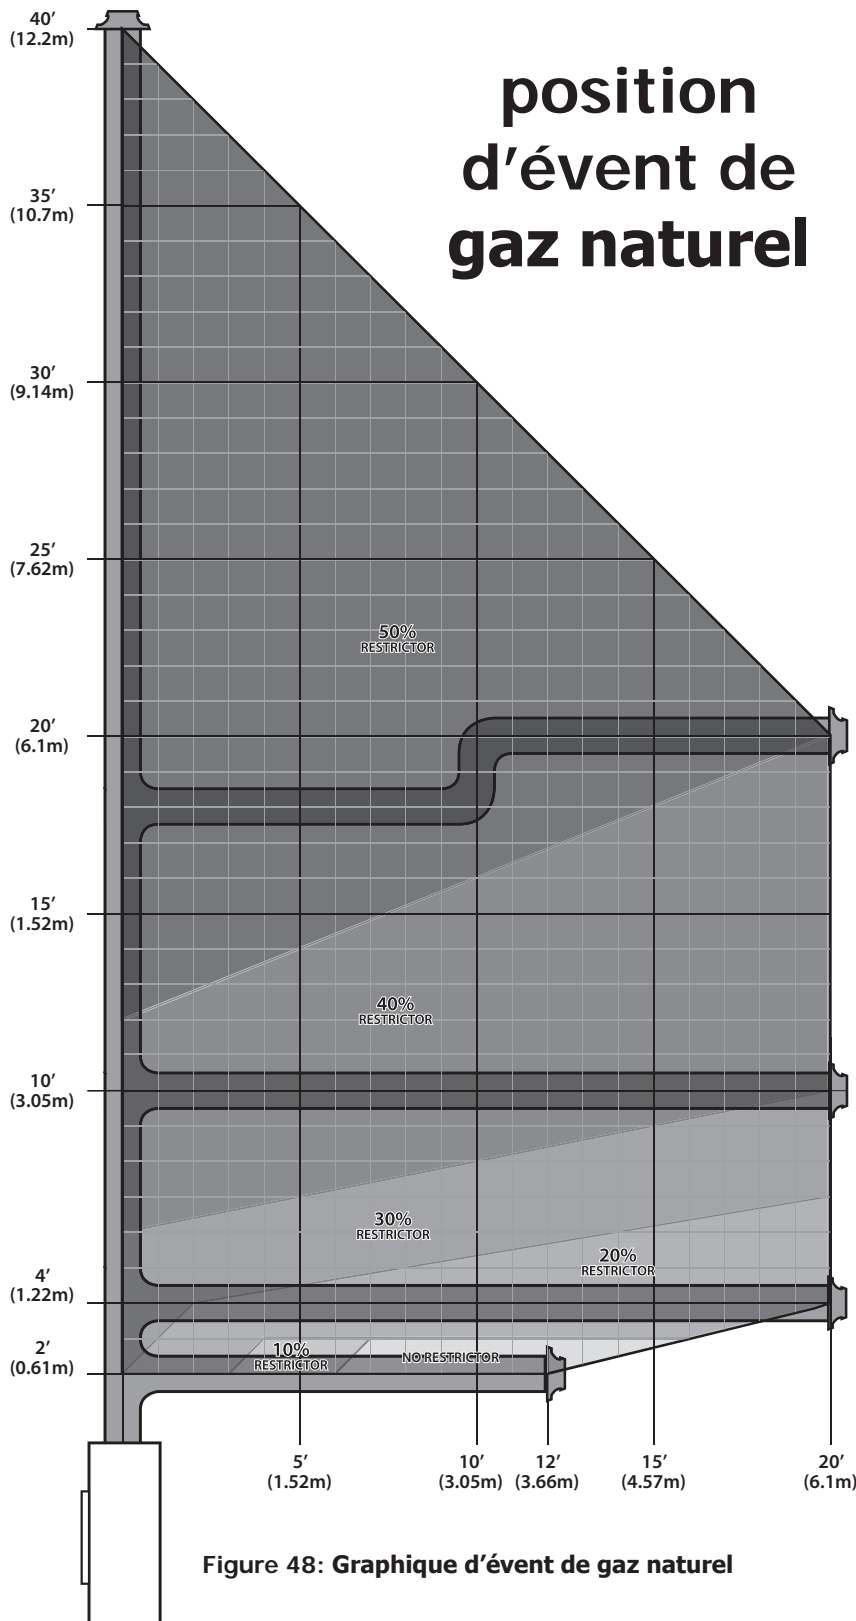
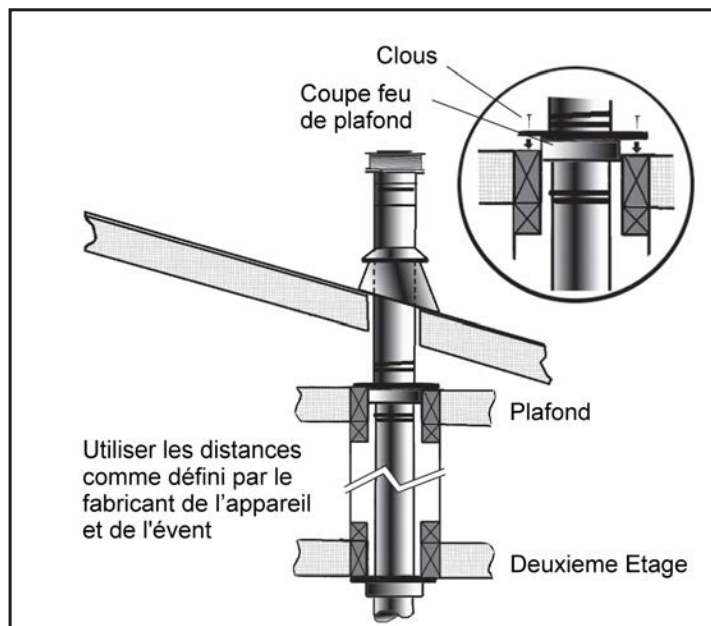
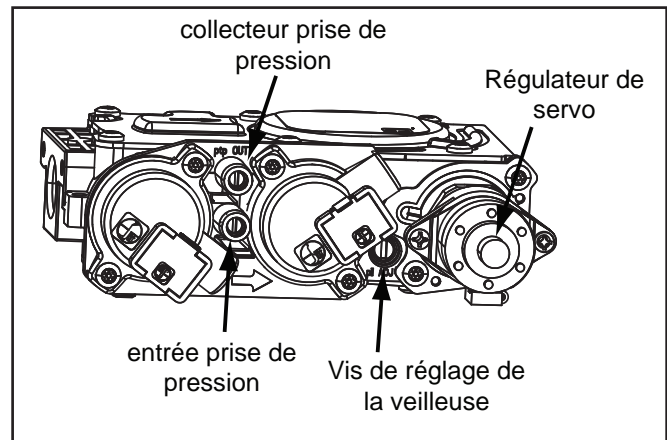

Figure 48: Graphique d'évent de gaz naturel
Figure 56: Installation des conduits à plusieurs étages
Figure 57: Vanne de gaz avec pièces identifiées. Voir le manuel de l'utilisateur Dexen pour les détails de la vanne C60ID
Voir la section de ventilation pour les dés certifié et encadress en conséquence (voir la Figure 48). Assurez vous que le soutien approprié et l'espacement de la tuyauterie d'évent est correct quand elle passe à travers le mur. Installations au Canada exigent qu'un dé de mur doit être utilisé pour passer à travers les murs et les plafonds. Tous les joints et pare-vapeur doit se conformer aux codes du bâtiment locaux. La configuration d'évent des tuyaux dépend de l'emplacement des murs, plafonds et les goujons. Toutefois, les tuyaux ne peut être de longueur arbitraire et arrangement. Car la longueur de la ligne verticale et les sections horizontales affecte énormément l'efficacité de combustion de la poêle, certaines lignes directrices ont été définies dans l'installation initiale - Configurations d'évent co-axial admissible. Bornes de ventilation ne peut pas être encastrée dans un mur ou d'évitement.
- (1) Si vous devez déplacer le système d'évacuation dans le grenier pour éviter les obstacles, il est important de supporter le conduit à chaque 3 pi (914 mm) pour éviter du stress sur les coudes, ou la possibilité de séparation des joints. Des sangles de mur sont disponibles à cette fin (voir la Figure 56).
- (2) Quand possible, utilisez des coudes de 45° au lieu de ceux de 90°. Les coudes de 45° causent moins de restriction au flux de gaz et d'air.
- (3) Pour des installations à plusieurs étages, il vous faut un coupe-feu au plafond du deuxième étage, et à toute étage subséquente (voir la Figure 57). L'ouverture doit être encadrée à des dimensions de 10 po (254 mm) x 10 po (254 mm), de la même manière que démontré dans la Figure 48.
- (4) Toutes les zones occupées par-dessus le rez-de-chaussée, incluant les placards et les armoires de stockage, où passe le conduit vertical, doivent être enfermés. Le boîtier peut être encadré avec des matériaux de construction standards, mais consultez les directives d'installation du fabricant de l'appareil pour les dégagements entre l'extérieur du conduit et les surfaces combustibles du boîtier. Ne pas remplir les espaces d'air avec de l'isolation thermique.